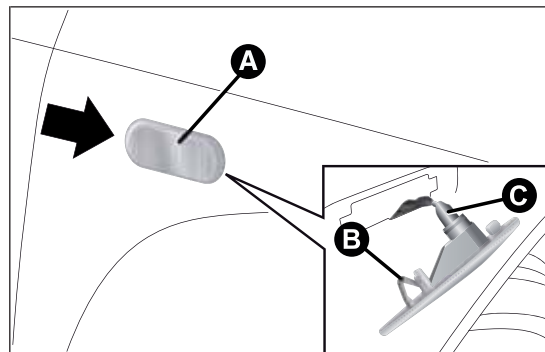

fig. 124
- ☐ intervenir en el transparente A fig. 124 de forma que se comprima el muelle interior B, a continuación extraer el grupo hacia el exterior;